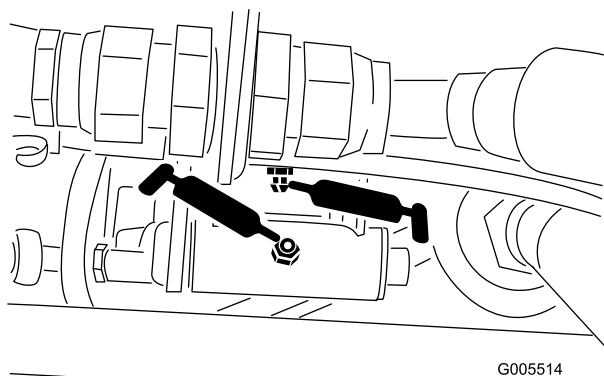

**Figura 36**
- Pedal de tracción (Figura 36)